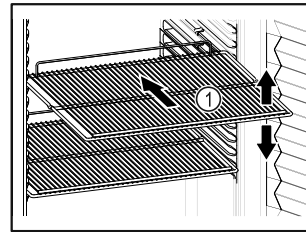

Fig. 60 Immagine a titolo di esempio
- Se è possibile spostare i ripiani Fig. 60 (1), regolarli in altezza.